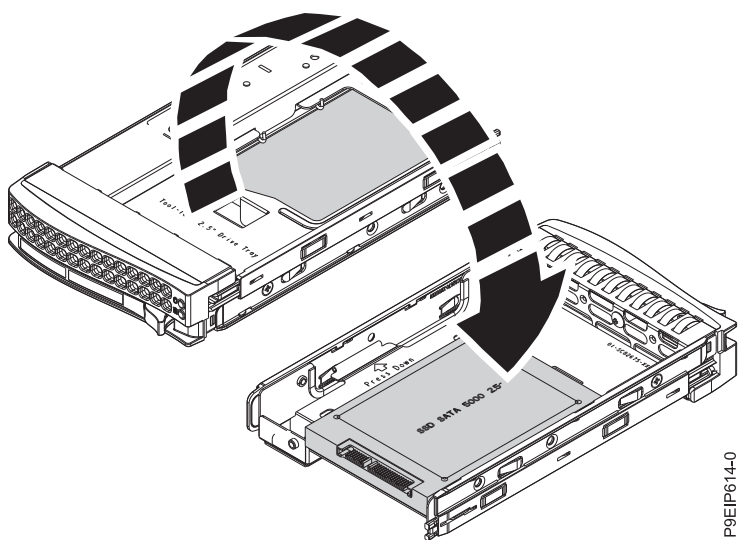

Figure 3. Retournement du tiroir de 2,5 pouces
- a. Retournez le tiroir, comme indiqué dans la figure 3.